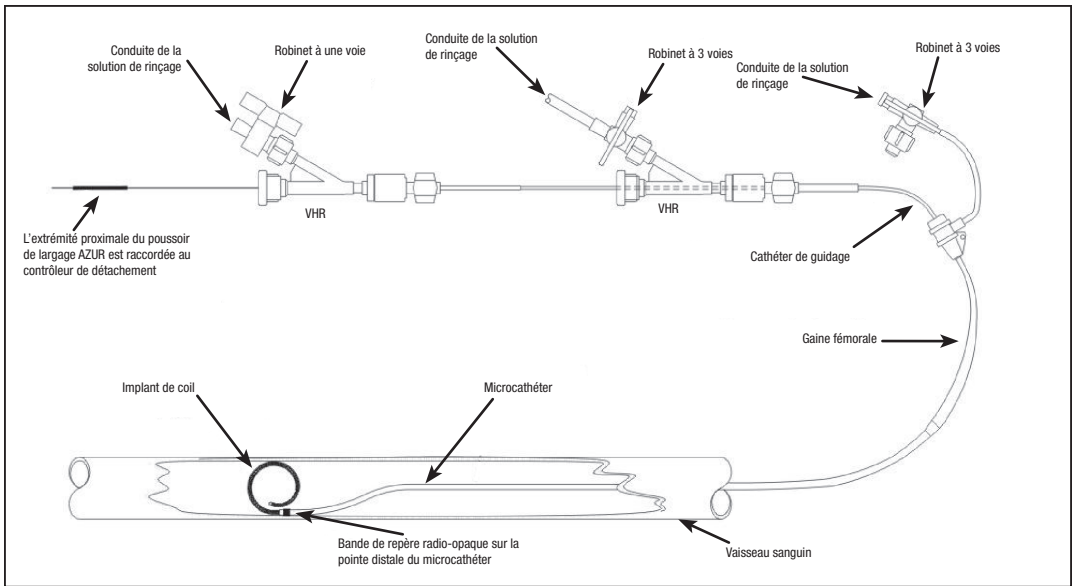

Figure 1 – Schéma d'installation du système AZUR
1. Se reporter à la Figure 1 pour le schéma d'installation.